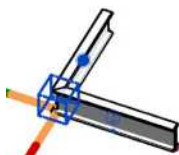

图 8-36 斜切
(2) 按 Enter 键确认，图元之间的子连接显示为虚线框，如图 8-36 所示。